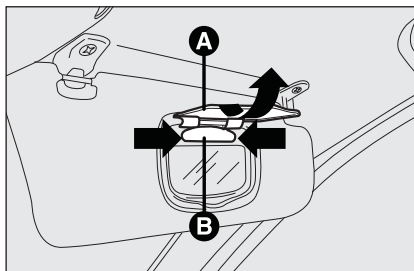

fig. 45
- aprire la copertura **A-fig. 45** dello specchietto;